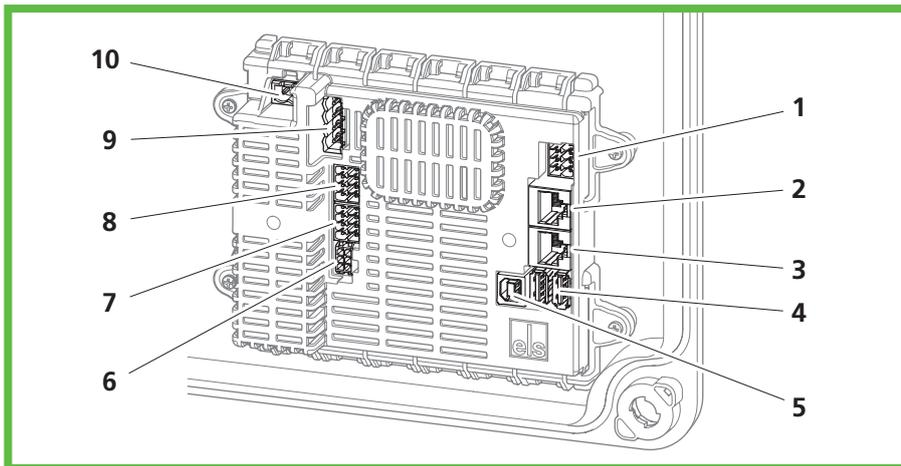

Abb. 6: Anschlüsse Ladecontroller
- ▶ Schließen Sie das LAN-Kabel an die LAN-Anschlussbuchse LAN-1 im Deckel an (Abb. 6 Pos. 3).